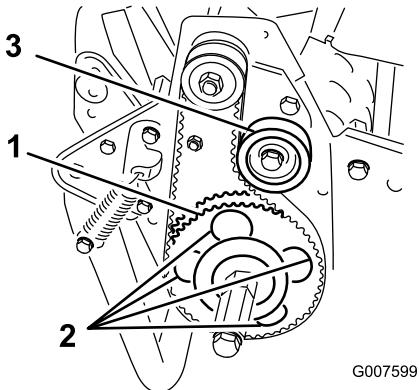

Bild 45
7. Drehen Sie die Antriebsscheibe, bis die Löcher mit den vier Bundscheiben des Rollenlagers ausgerichtet sind (Bild 45).
11. Stellen Sie die Riemenspannung ein, und ziehen Sie die Befestigungsschraube der Spannscheibe an (Bild 45).